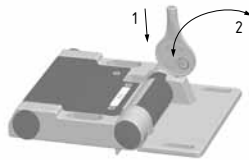

Fig. 7
7. Efter genomförd inställning och kontroll av kopplingsvinkeln måste inställningsöppningens plugg, som finns på inställningsverktygets baksida, pressas in i inställningsöppningen (1) och brytas av från detta genom att verktyget rörs i sidled (2), (fig. 7)